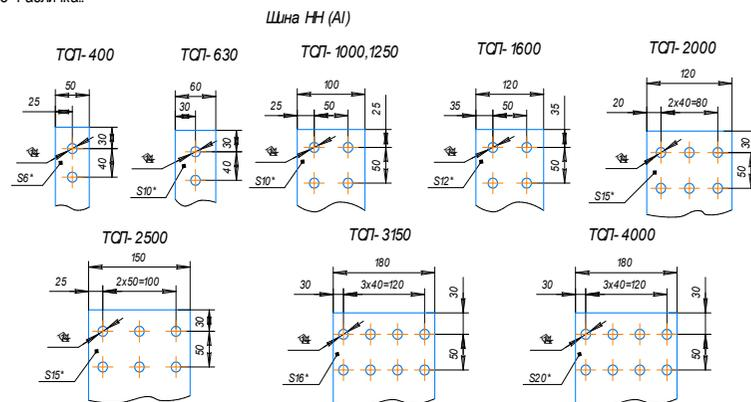

Рис. 1
2.2 Общий вид, габаритные, установочные размеры, характеристики массы трансформатора приведены на рис. 1 и в таблице.